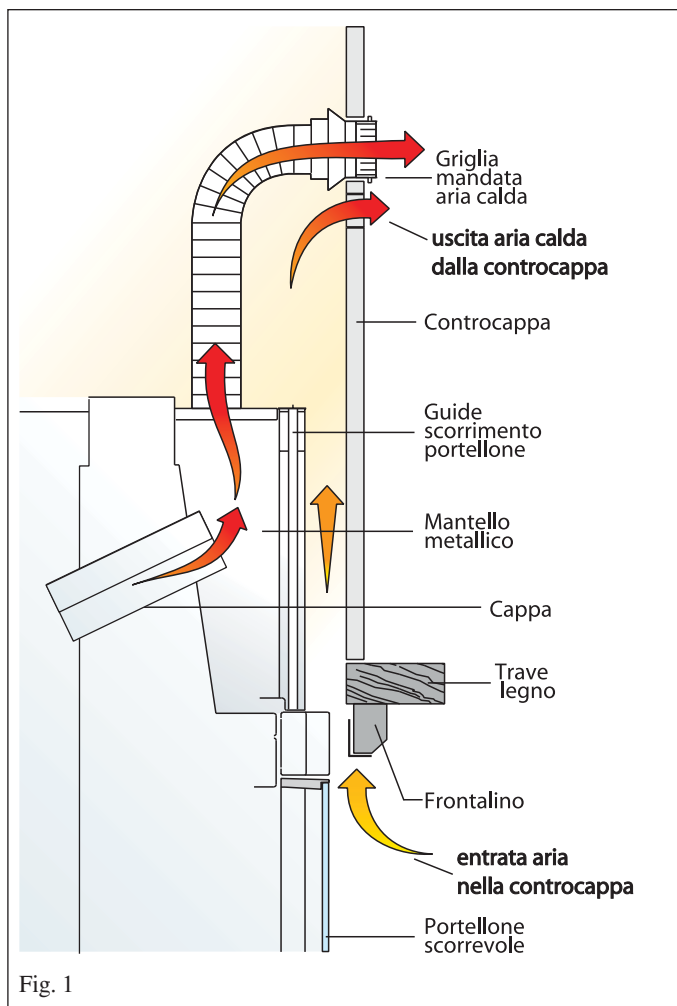

Fig. 1
Rivestimenti, controcappa e loro areazioni (fig. 1)
- **Posizione di “accensione”/potenza calorifica max. (fig. 1):**